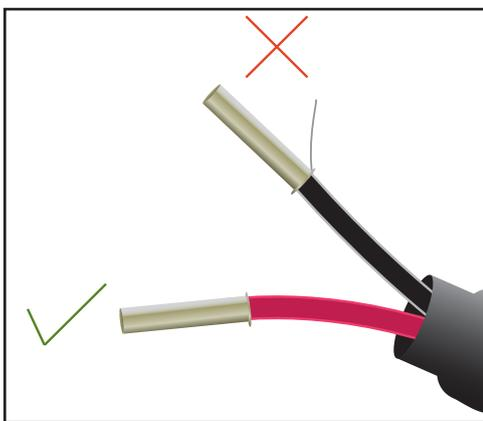

Рис. 15 Обжатые провода
- а. Как показано ниже на Рис. 15, обжимы/обжимные втулки необходимо устанавливать с тем, чтобы исключить возможность выпадения провода или проводящего волокна.